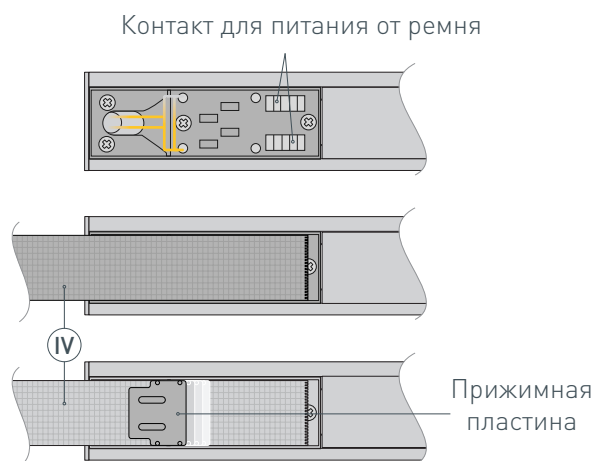

Рис. 3. Установка токопроводящего ремня (V). Вид сверху
- 4 / Закрепите токопроводящий ремень (IV) на неполяризованной пластине с помощью прижимной пластины из комплекта фиксатора токопроводящего ремня (V), как показано на рис. 3. Расположение токопроводящих жил в ремне должно совпасть с контактами на пластине для питания от ремня.